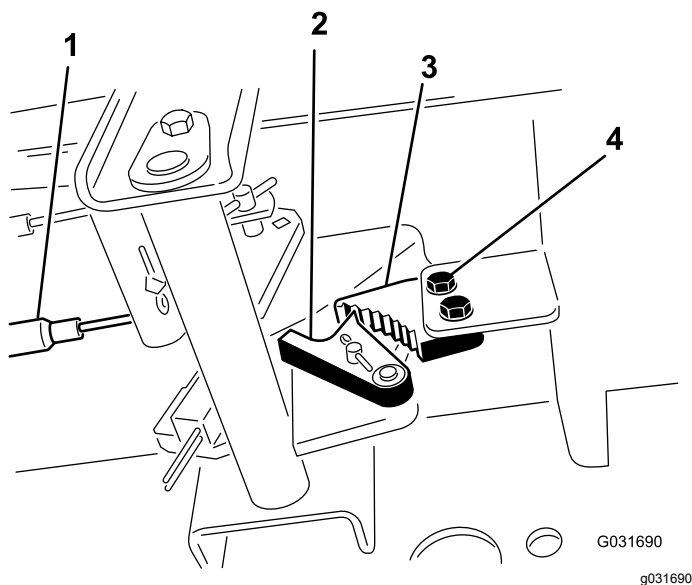

Figure 86
1. Desserrez les 2 vis qui fixent le cliquet du frein de stationnement au cadre (Figure 86).
2. Appuyez sur l'avant de la pédale du frein de stationnement jusqu'à ce que le verrou s'engage complètement sur le cliquet du frein (Figure 86).